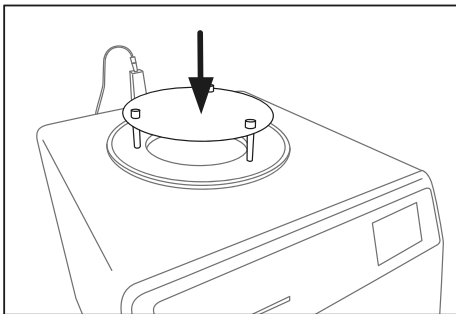

Figura 34.
**13.** Después colóquelas capa por capa (Figura 34, 35 y 36).